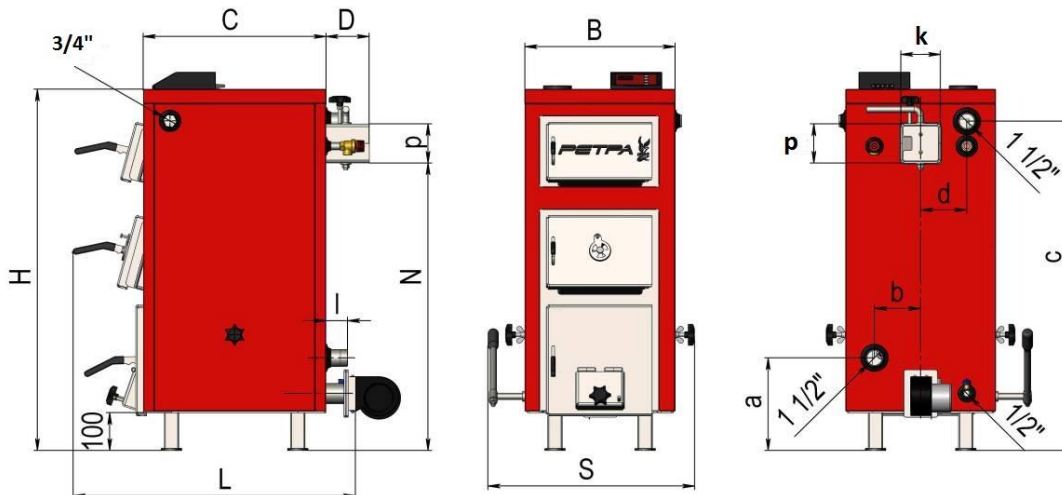

Рис.1. Габаритні та приєднувальні розміри котлів модельного ряду «Петра-5М» та «Петра-5М PLUS»
3.2. Габаритні та приєднувальні розміри котлів модельного ряду «Петра-5М» та «Петра-5М PLUS» наведені на Рис.1 та таблиці 3.